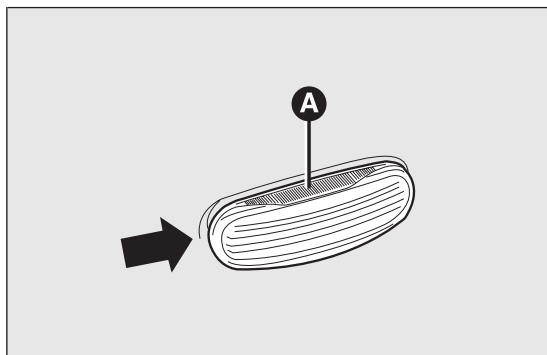
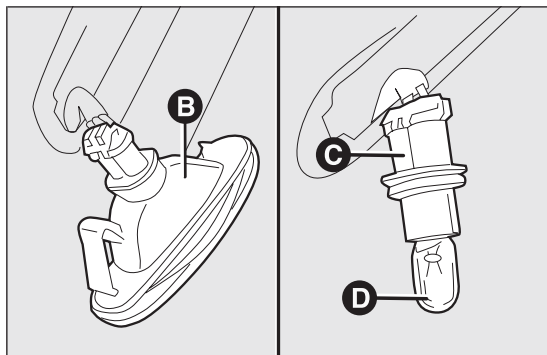

fig. 147
fig. 148
- ☐ agire sul trasparente A fig. 147 in modo da comprimere la molletta interna B fig. 148, quindi sfilare il gruppo verso l'esterno;